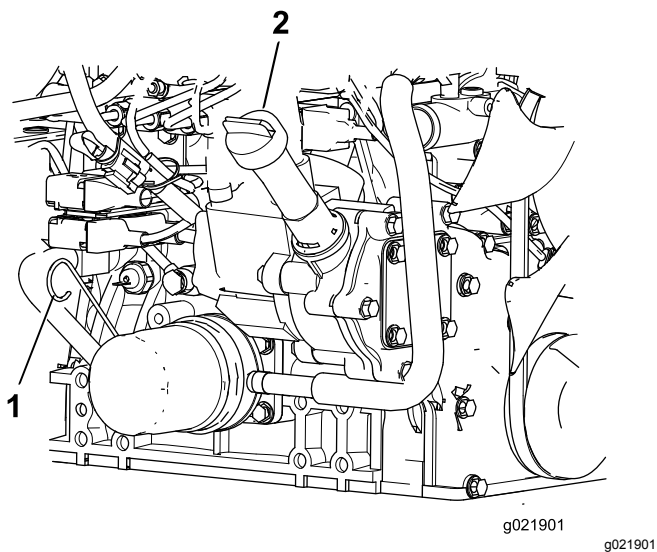

図 82
3. ディップスティックを抜き取り、付いているオイルをウェスで拭き、もう一度一杯に差し込んで抜きとる。FULL マークと ADD マークの間であればよい(図 82)。
4. オイルの量が少ない場合は、補給キャップを取り、FULL とADDの間の位置までオイルを補給する 図 82。